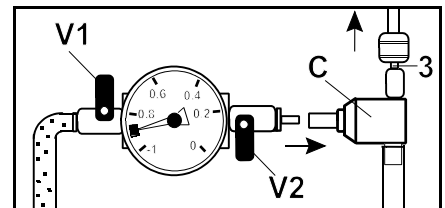

Abb. 8
- ▶ Druckluft von Venturi-Düse (C) abkuppeln. (Abb. 8)